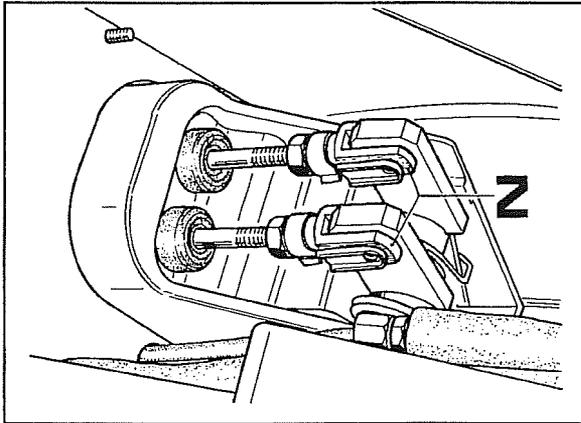

Fig. 7
- d. Desconectar las barras de las bombas de las varillas mediante las horquillas **Z** fig.7 luego del lado opuesto, desenroscar los tornillos que fijan las bombas al chasis.
- Conectar las barras de las bombas con las relativas varillas mediante las horquillas **Z** fig. 7 regulando las mismas en modo tal que las barras no ejerciten ninguna acción sobre las varillas.